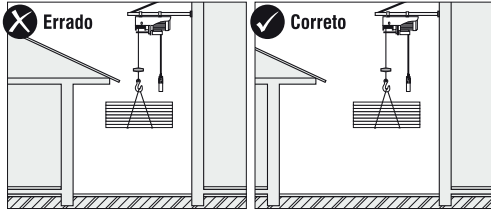

Fig. 5 - El área de desplazamiento de la grúa debe estar desobstruida
b. En el movimiento y transporte de estructuras, placas y otros pre-moldados, así como cargas en general, deben ser tomadas todas las medidas preventivas que garanticen su estabilidad. Observar también que en el curso vertical no puede haber interferencias que vengán a obstruir su libre desplazamiento, Fig. 5;